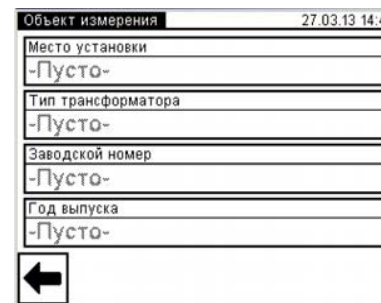

Рисунок 6.11
На экране откроется окно "Объект измерения" (рисунок 6.11).
5) Подтвердить правильность введенных данных, для чего нажать кнопку . На экране появится окно "Объект измерения" (рисунок 6.11).